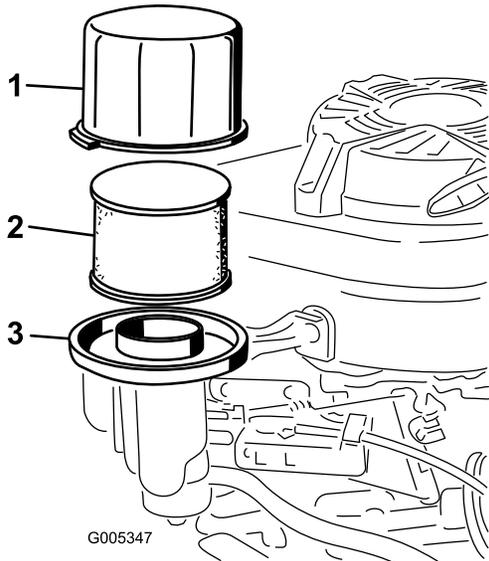

Figure 20
3. Déposez le couvercle et nettoyez-le soigneusement (Figure 20).
4. Sortez le préfiltre en mousse et l'élément filtrant en papier de la base du filtre à air (Figure 20)